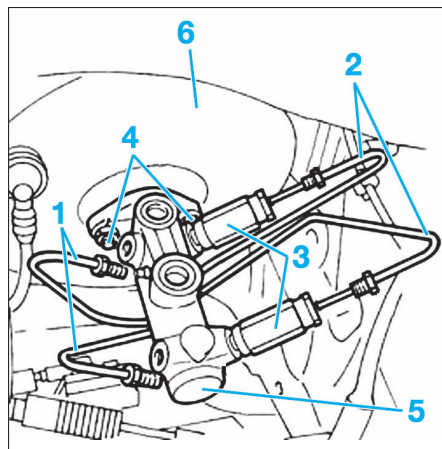

FIG. 17
- Déposer les canalisations (1) des freins avant (Fig.17).
- Déposer les canalisations (2) des freins arrière des compensateurs de freinage (3) fixés sur le maître-cylindre (5).
- Déposer les écrous de fixation (4) fixant le maître-cylindre au servofrein (6).